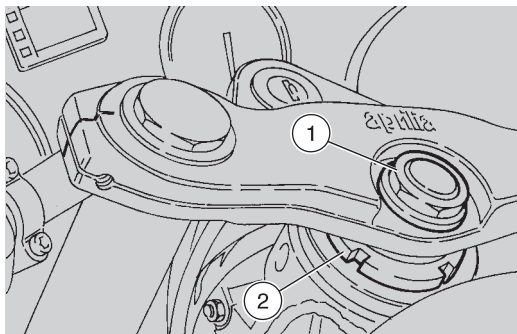

Fig. 43
- s'il est nécessaire de régler le jeu, desserrer le contre-écrou (1 - Fig. 43) et intervenir avec la clef appropriée sur l'écrou du dispositif de réglage (2 - Fig. 43) pour récupérer le jeu;
- serrer à fond le contre-écrou (1 - Fig. 43).